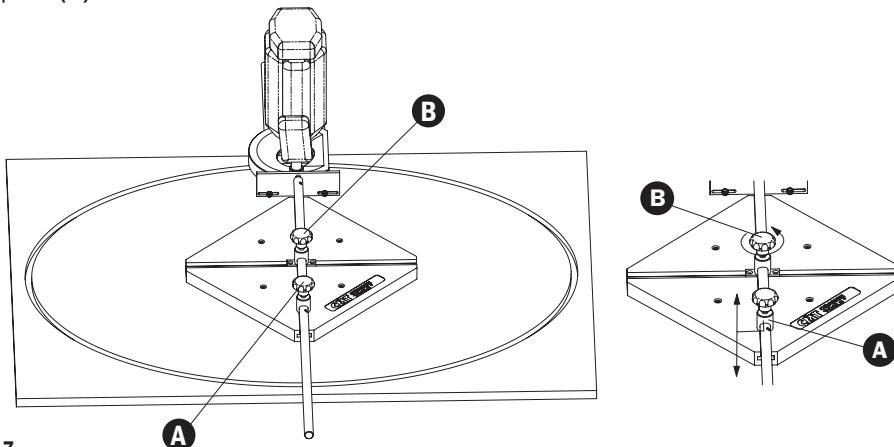

Fig. 7
**(Fig.7)** Ruotare l'elettrofresatrice di 90°. La struttura in plastica (1) non è ruotata, lo scorrevole completo (B) si trova al centro di essa.